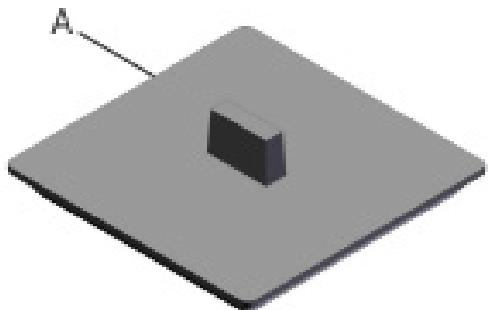

fig. 19
Para a cultura do milho, nas linhas onde os dosadores de adubo com rosca sem-fim não estiverem sendo utilizados, coloque os bloqueadores de fertilizantes (A) (fig. 19).